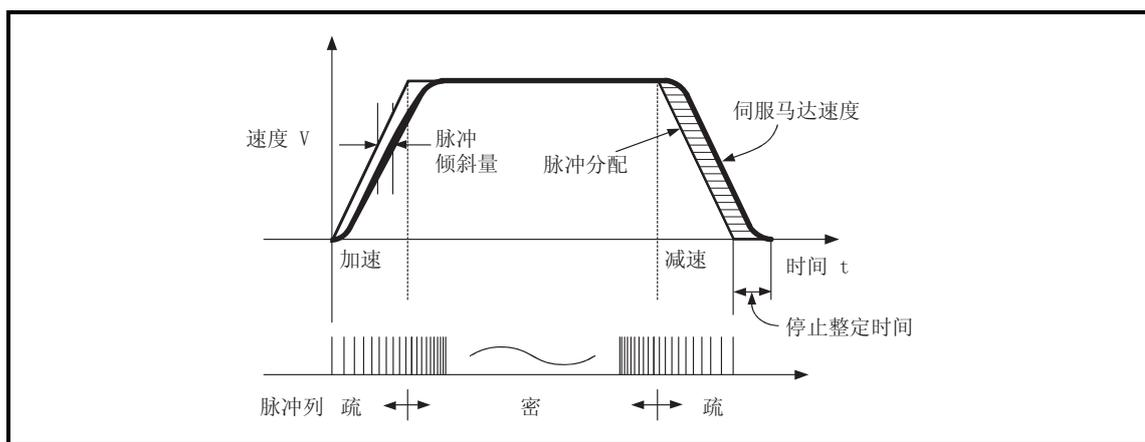

图 1.3 LD75 的输出脉冲
- 1) 如图 1.3 中所示，脉冲频率随着马达的加速而增大。由图可以看出，当马达开始启动时脉冲较为稀疏，而当马达速度接近目标速度时脉冲变得越来越密。